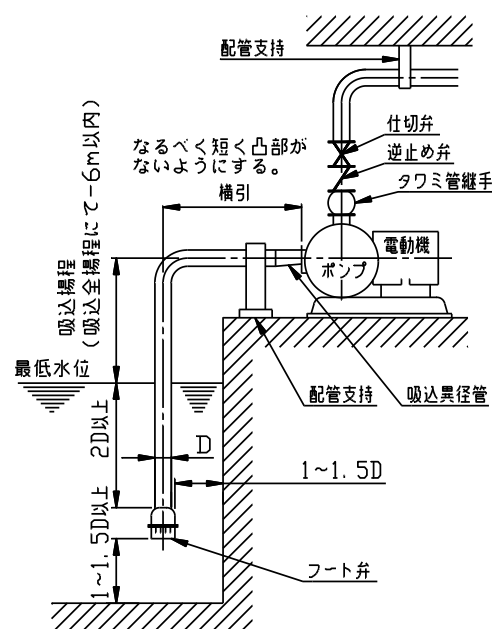

図 2
- (1) 取扱液に異物（配管の切粉、砂等）が混入する恐れがある場合は、吸込側にストレーナを取付けてください。また、ストレーナが目詰まりしないよう、定期的に清掃してください。
- (2) ポンプに、吸込配管や吐出し配管の荷重がかからないように、十分な配管支持をしてください(図 2)。
- (3) 配管が長い場合、実揚程が高い場合、自動運転の場合、吐出し側に圧力タンクが設置されている場合及び 2 台以上のポンプを並列運転する場合には、必ず逆止め弁を取り付けてください。逆止め弁は、ポンプ本体と吐出し仕切弁の間に取り付けてください。
- (4) 装置上どうしても空気だまりが避けられない箇所には、空気抜き弁を取り付けてください。ただし、吸込配管などで負圧になる所には、取り付けないでください。逆に、空気を吸い込みます。
- (5) 配管を保温する場合、電動機部は絶対に保温を避けてください。
- (6) 熱源の近くにポンプを据付ける場合、熱源からの熱が、ポンプに伝わらないようにしてください。
- (7) 水撃(ウォーターハンマ)がおこる危険性のある場合は、急閉逆止め弁を設けるなどの、対策を施してください。
- (8) 冷温水循環用で、配管系が密封サイクルの場合は、膨張タンクや安全弁などを設けてください。
- (9) 吸上げの場合
- (a) 吸込配管の末端は、図 2 のように最低位水位から管径(直径)の 2 倍以上深く、壁面および底より 1~1.5 倍以上離してください。